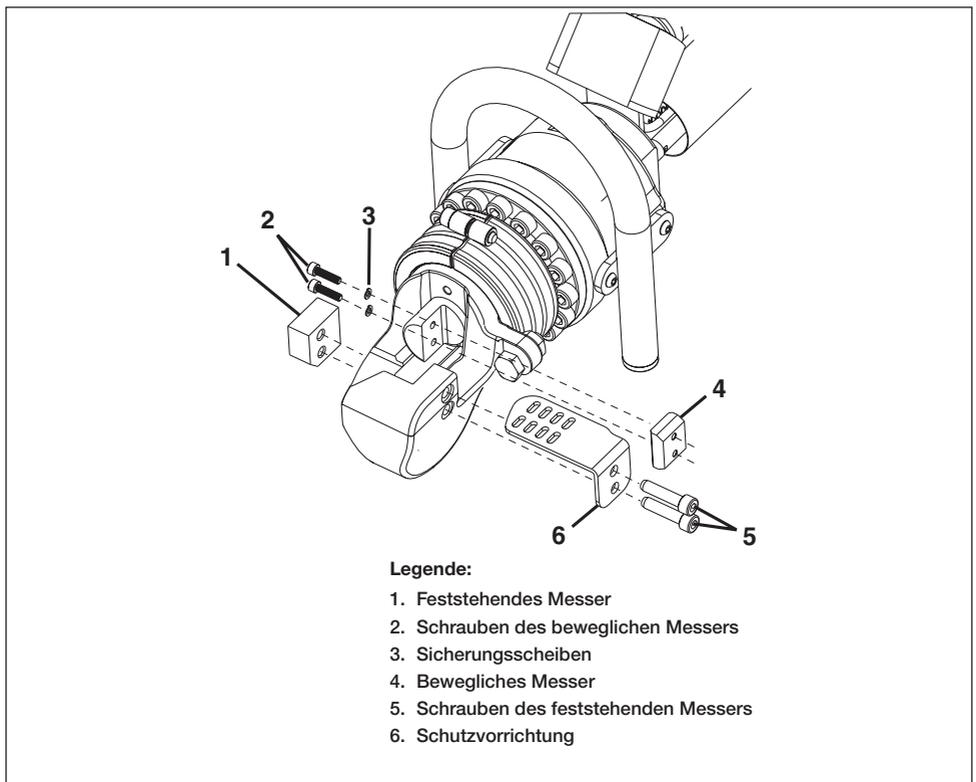

Abbildung 11, Austausch der Messer
Der Austausch des feststehenden Messers ist in den folgenden Schritten durchzuführen: Siehe Abbildung 11, Elemente 1 und 2.
1. Starten Sie die Pumpe. Bewegen Sie den Kolben in die „Ausgangsposition“ (vollständig zurückgezogen). Siehe Abbildung 11.
5. Entfernen Sie die beiden Schrauben des feststehenden Messers (Abbildung 11, Element 5) und die Schutzvorrichtung (Abbildung 11, Element 6).
6. Entfernen Sie das verschlissene feststehende Messer (Abbildung 11, Element 1), und tauschen Sie es gegen ein neues feststehendes Messer aus.
7. Bringen Sie zwei NEUE Schrauben des feststehenden Messers (Abbildung 11, Element 5) und die Schutzvorrichtung an. Die neuen Schrauben des feststehenden Messers sind im Lieferumfang des neuen Messers enthalten. Drehmoment 25 Nm [18 ft-lb]. Tragen Sie Loctite 243 (oder gleichwertig) auf.
1. Starten Sie die Pumpe. Fahren Sie den Kolben weit genug aus, um Zugang zu den Schrauben des beweglichen Messers zu erhalten. Siehe Abbildung 11.
4. Lösen und entfernen Sie die beiden Schrauben des beweglichen Messers (Abbildung 11, Element 2) und die Sicherungsscheiben (Abbildung 11, Element 3) an der Seite des Schneidgeräts.
5. Entfernen Sie das verschlissene bewegliche Messer (Abbildung 11, Element 4).
6. Setzen Sie das neue bewegliche Messer ein (Abbildung 11, Element 4).
7. Bringen Sie die Schrauben des beweglichen Messers an (Abbildung 11, Element 2), Drehmoment 6 Nm [53 in-lb]. Tragen Sie Loctite 243 (oder gleichwertig) auf.